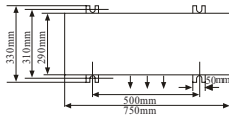
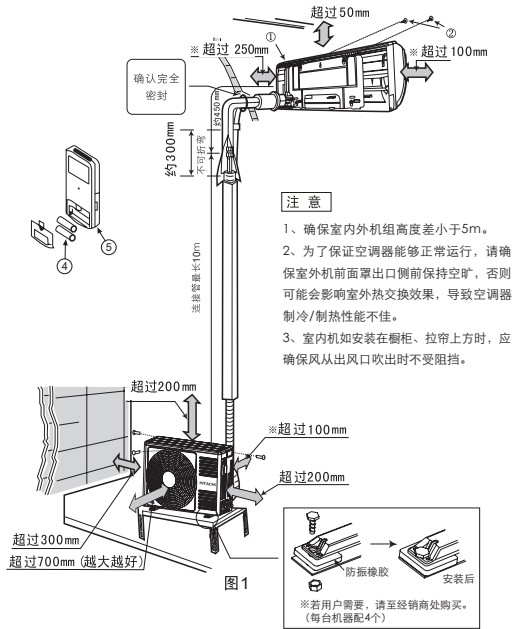

图2
图 1
(1) 为了便于修理,室内机组旁边应如图1般保留空间。
(1) 室外机组的安装必须保留大于如图1所示距离，并尽可能远离障碍物，避免障碍物妨碍通风系统。
(2) 尽量安装于房屋的东或北方。如装于南或西方是无可避免时,应有遮盖物遮盖。
(3) 最好不要安装在污秽或雨淋的地方。
(4) 尽量靠近室内机组安装。
(5) 室外机外形尺寸及安装固定孔位置见图2
- 1 根据总装示图1结合对应附件按要求牢固安装。